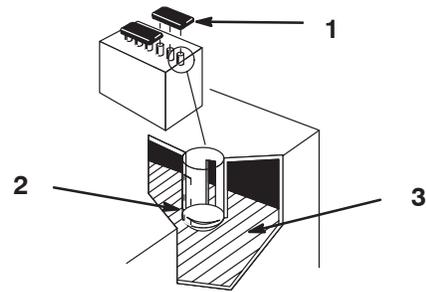

Bild 25
2. Entfernen Sie die Fülldeckel. Wenn der Füllstand die Fülllinien nicht erreicht (Bild 25), füllen Sie genug destilliertes Wasser nach; siehe „Nachfüllen von Wasser in die Batterie“ auf Seite 29.
2. Nehmen Sie die Verschlussdeckel ab (Bild 25).
3. Gießen Sie langsam destilliertes Wasser in jede Batteriezelle, bis der Füllstand den unteren Teil des Rohrs erreicht (Bild 25).